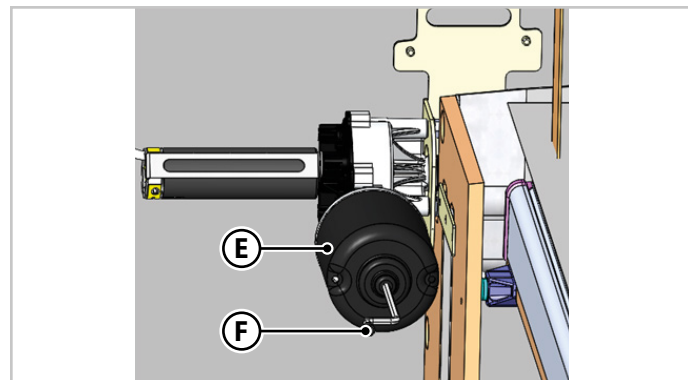

Fig.6.17 - Elektrisk sängupplåsning typ B
2. På undersidan av motorn (**E**-Fig.6.17) sätter du in insexnyckeln (**F**-Fig.6.17) inuti det dedikerade sätet för manuell rörelse.